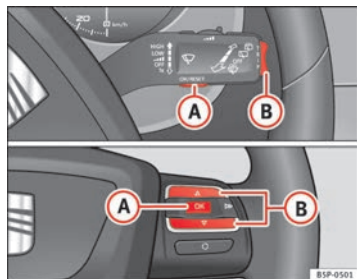

Fig. 39 Teclas basculantes A y B. Mandos en volante.
Si hay que realizar algún servicio próximamente, aparece en el cuentakilómetros un **preaviso de servicio**. Aparece el símbolo de una “llave fija” y la indicación “km” con los kilómetros que aún puede recorrer hasta la fecha del próximo servicio. Aproximadamente transcurridos 10 segundos cambia esta indicación. Aparece el símbolo de un “reloj” y el número de días que faltan hasta la fecha del próximo servicio. En la pantalla* del cuadro de instrumentos aparece el siguiente mensaje: **SERV. EN ... KM O ... DÍAS**. Transcurridos 20 segundos después de haber conectado el encendido o de tener el motor en marcha, se apaga el mensaje de servicio. También se puede volver a la pantalla normal pulsando el botón de puesta a cero del cuentakilómetros parcial o pulsando la tecla basculante del MFA ⇒ página 64, fig. 39 (B).
- Con el encendido conectado, pulse brevemente la tecla **⇒ fig. 39 A** de la palanca del limpiacristales para cambiar de una memoria a otra o pulse la tecla **A** de los mandos al volante **⇒ fig. 39**.